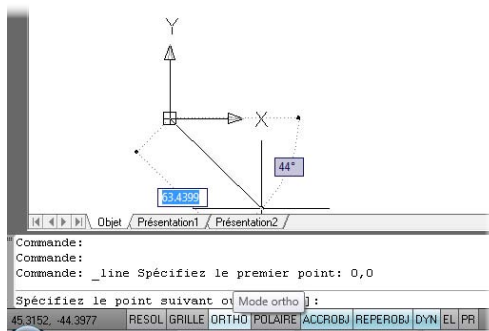

Figure 2.65
1. Utilisez la commande Ligne et placez-vous en mode ortho (voir Figure 2.65).